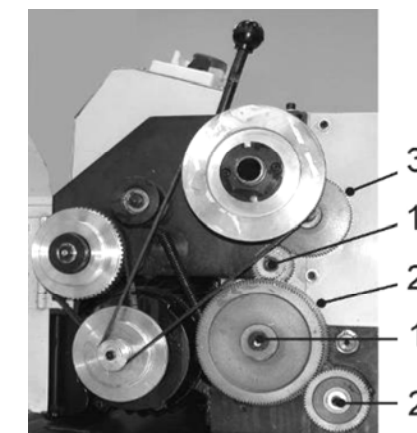

Рис.29
12.2. Схема смазки (Рис. 29, 30, 31)